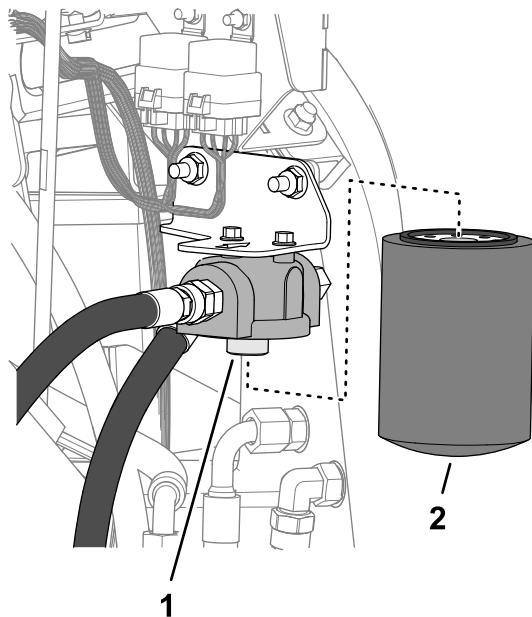

Figura 94
4. Retire el filtro de la cabeza del filtro (Figura 94).